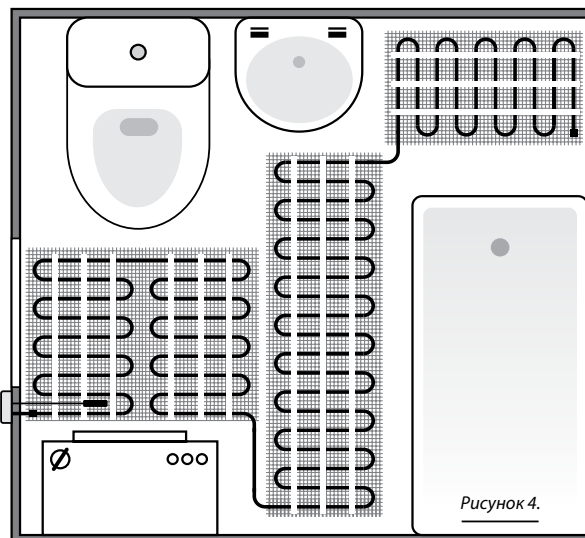

Рисунок 4.
- Площадь нагревательного мата распределяется по поверхности пола помещения путем разрезания сетки. **Внимание!** Не повредите нагревательный провод! (см. рис. 4, 6, 7).
- Нагревательный мат должен фиксироваться к полу с равными интервалами (200...250 мм), если будет заливаться самовыравнивающейся стяжкой, в противном случае нагревательный мат всплывет на поверхность заливочного материала. Пример укладки нагревательного мата в ванной комнате показан на рис. 4.